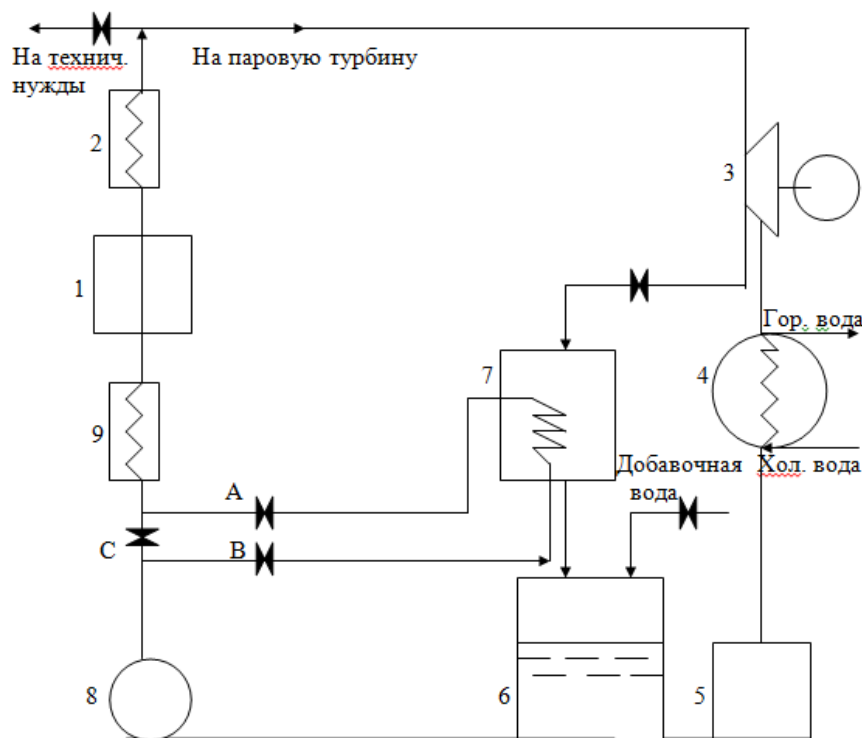

Рис. 1. Схема паросиловой установки:
2.1. Изучить принципиальную схему паросиловой установки (ПСУ), представленной на рис. 1. Ознакомиться с процессом производства пара с помощью данной ПСУ, уяснить функциональное назначение входящих в эту схему элементов. Затем приступить к следующим этапам.
2.2.3. Определение температуры конденсата $t_k = f(p_k)$ в конденсаторе 4 (рис.1) по таблице 3. При этом давление насыщенных паров в конденсаторе вычисляется по формуле
2.2.4. Определить температуру смеси конденсата и добавочной воды в питательном баке 6 (рис.1).
Абсолютное давление смеси газов в экономайзере 9 (рис.1) найдется из выражения
Если при этих вычислениях будет иметь место неравенство $t_{\text{Пит.В.}} > t_{\text{CM}}$, то вода перед подачей на экономайзер подвергается паровому подогреву. Для этого надо открыть вентили А, В и закрыть вентиль С (рис.1).